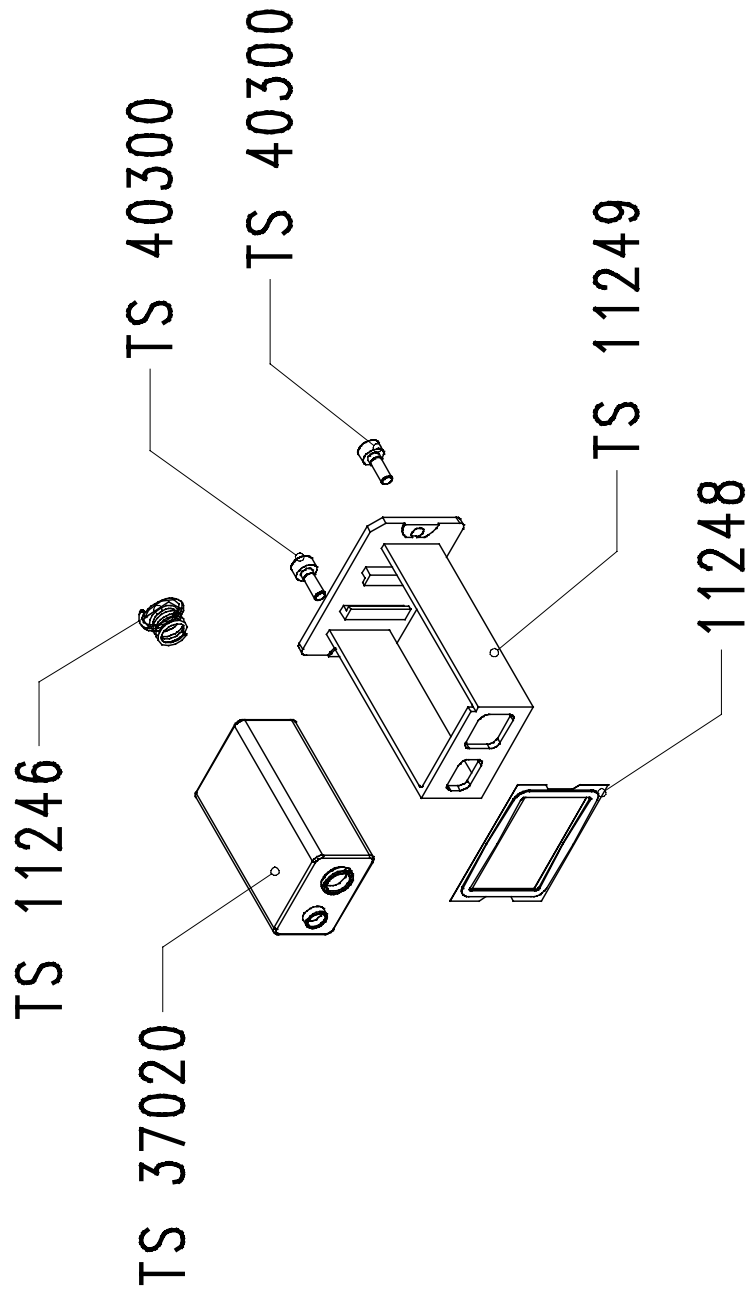

Рисунок 12-3: пенал батареи в сборе TS 10189, запчасти
- Рисунок 12-3: пенал батареи в сборе TS 10189, запчасти